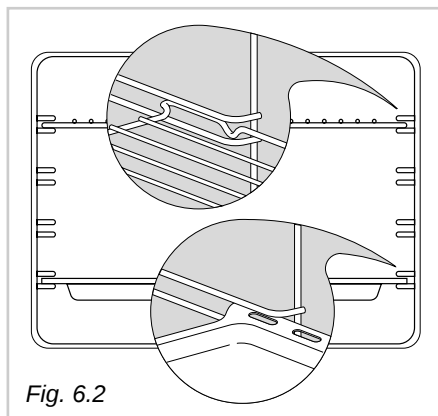

Fig. 6.2
- Infilare in mezzo alle guide dei telai laterali la leccarda e la griglia come in fig. 6.2. La griglia va montata in modo che l'arresto di sicurezza, che ne evita l'estrazione accidentale, sia rivolto verso l'interno del forno.